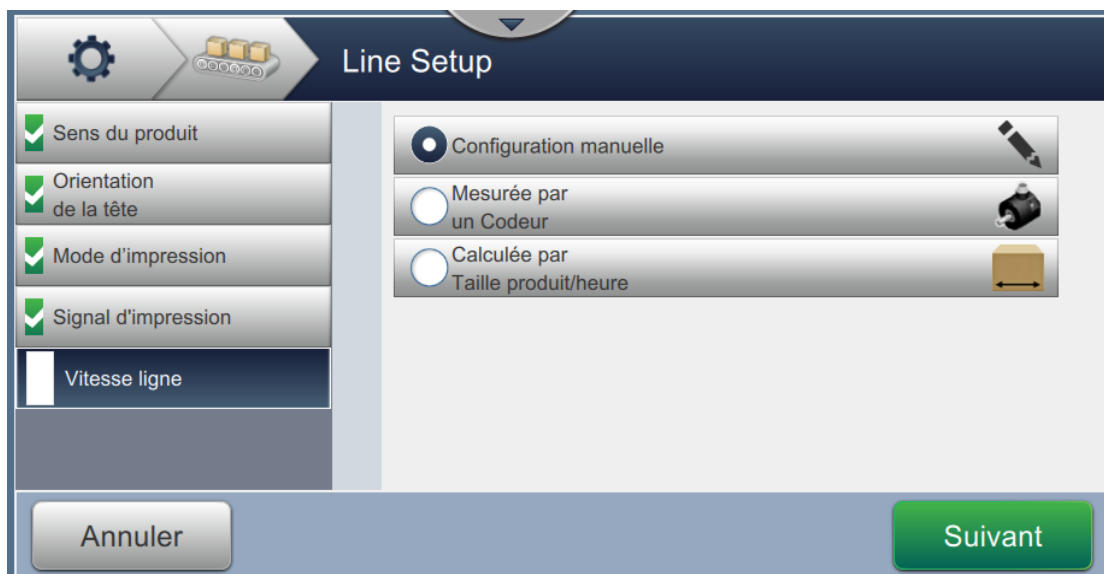

Figure 6-34 : Configuration de ligne - Vitesse ligne
1. Appuyez sur *Vitesse ligne* dans l'écran Paramètres de configuration de ligne, puis sélectionnez la vitesse de ligne souhaitée, comme illustré dans la Figure 6-34. Appuyez sur le bouton  pour définir la vitesse de ligne.
1. Sélectionnez l'option *Configuration manuelle* comme illustré dans la Figure 6-34. Appuyez sur le bouton  pour entrer les paramètres requis.
1. Sélectionnez l'option *Mesurée par un Codeur* comme illustré dans la Figure 6-34. Appuyez sur le bouton  pour entrer les paramètres requis.
1. Appuyez sur l'option *Calculée par Taille produit/heure* comme illustré dans la Figure 6-34.